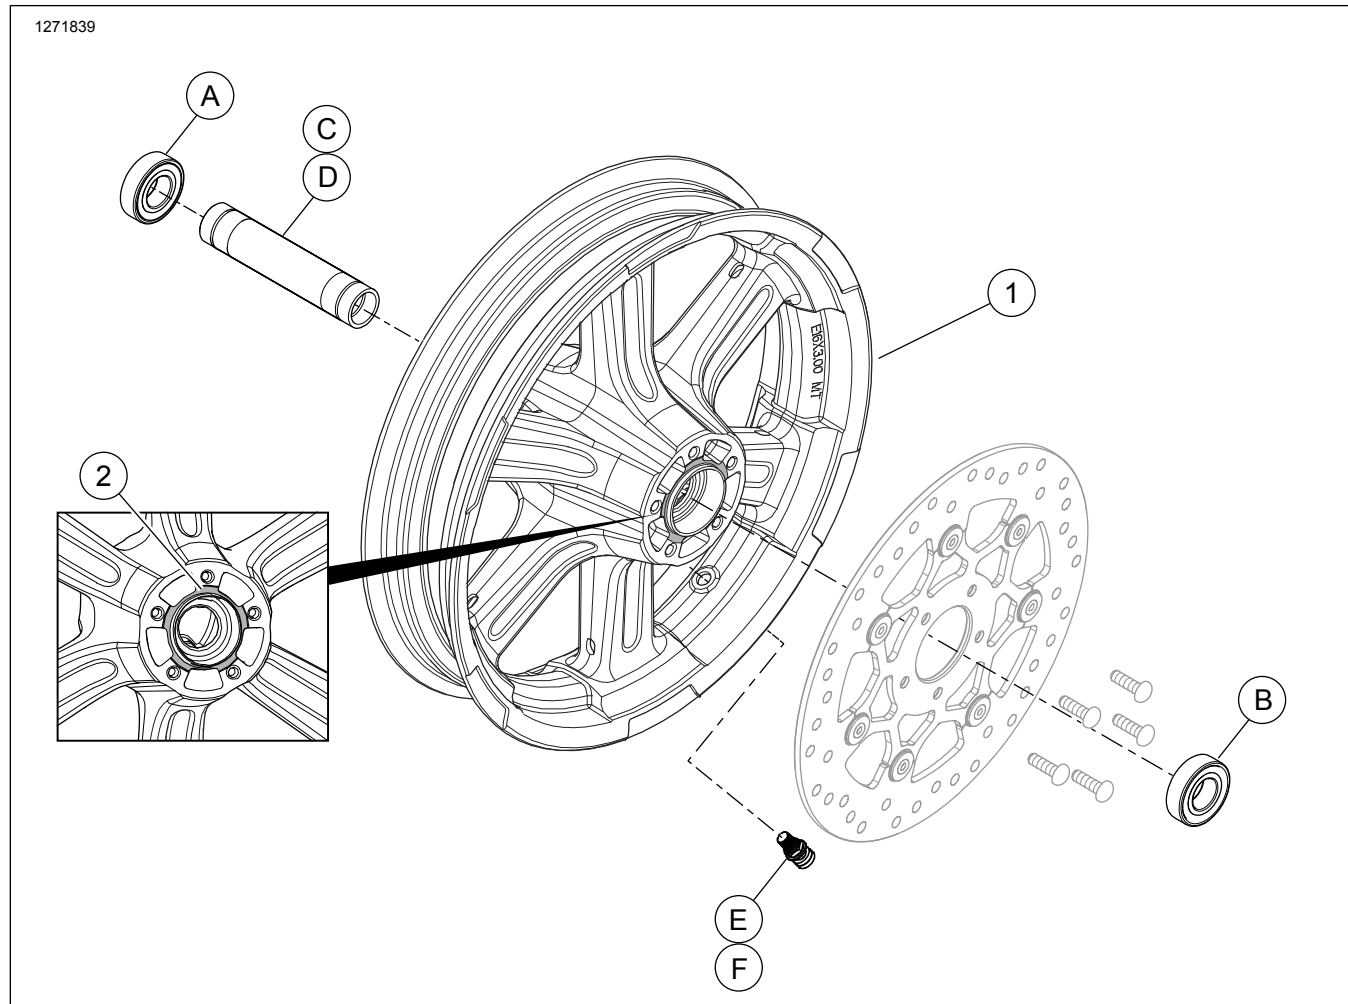

図1。交換用パーツ：リアホイール(図に示したのは16インチ)
「図1」および「表2」を参照してください。
2. 図1バルブステムアッセンブリーをホイールに取り付けます。サービスマニュアルの「タイヤ」を参照してください。